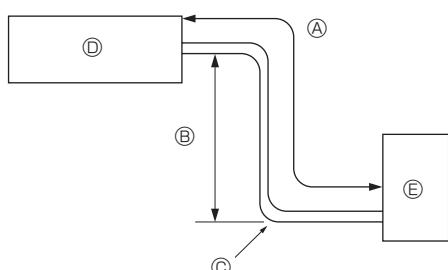

Fig. 2-1
① Accesorio del tubo de empalme.....x1
2.1. Tubería de refrigerante (Fig. 2-1)